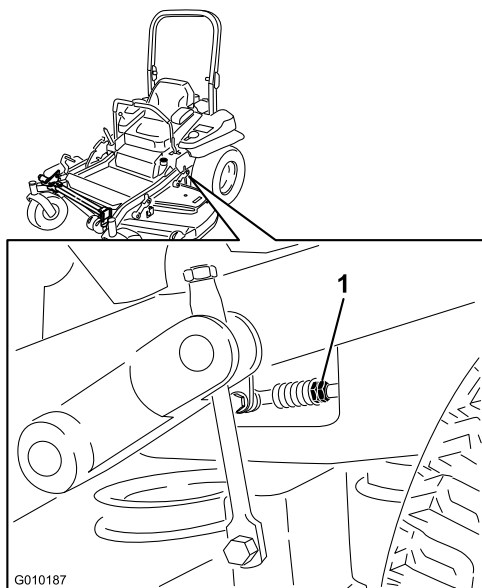

Bild 76
7. Stellen Sie die Fahrtriebshebel in die Neutralstellung. Stellen Sie die Länge der Pumpstange ein, indem Sie die Doppelmuttern an der Stange so weit in die entsprechende Richtung drehen, bis sich das Rad leicht zurückdreht (Bild 76). Stellen Sie die Fahrtriebshebel in die Rückwärtsstellung und üben Sie etwas Druck auf den Hebel aus, damit die Federn die Hebel wieder in die Neutralstellung bringen. Das Rad darf sich nicht mehr drehen, kann sich aber leicht rückwärts drehen.